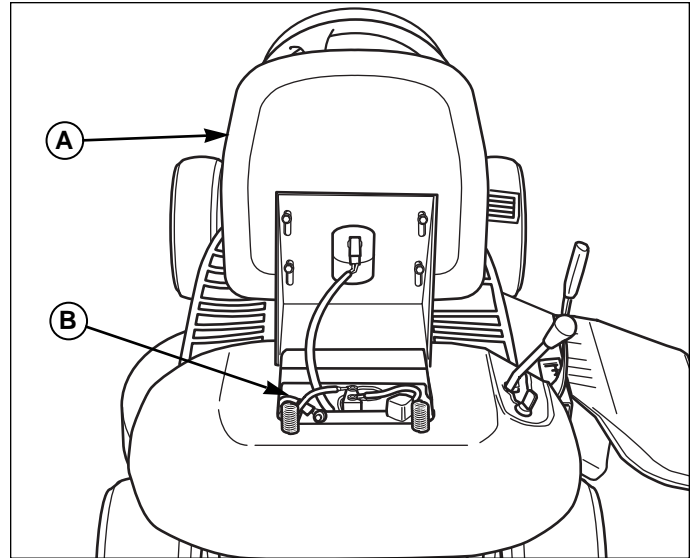

Figure 14. Réglage du siège
1. Basculer le siège vers l'avant pour accéder au compartiment batterie (Figure 14).